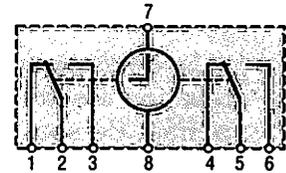

Fig. 13 : Symbole d'un interrupteur horaire à 2 contacts inverseurs.
6.1. Principe d'un programmeur (fig. 13)